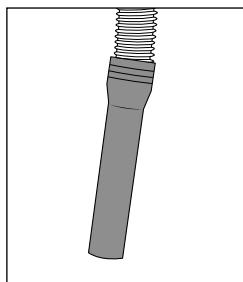

Bild 9
- ◆ Använd sugslangen ②₃ för att suga upp grövre smuts och skräp (se bild 9).